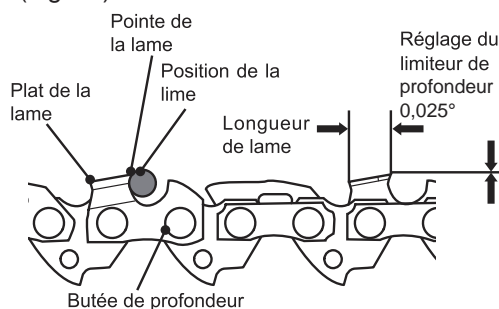

Fig. 59
9. Vérifiez la hauteur des limiteurs de profondeur à l'aide d'un instrument de mesure prévu à cet effet. Ces instruments de mesure sont disponibles dans la plupart des magasins d'outillage (Fig. 59).